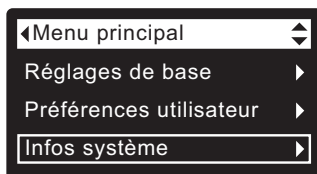

FIG. 60
1. À partir d'un écran d'état dynamique, appuyez sur le **SÉLECTEUR** (O) pour afficher le **Menu principal**.
2. Appuyez sur le bouton **BAS** (▼) pour faire défiler les options du menu et mettre en évidence **Infos système** (cf. Figure 60).